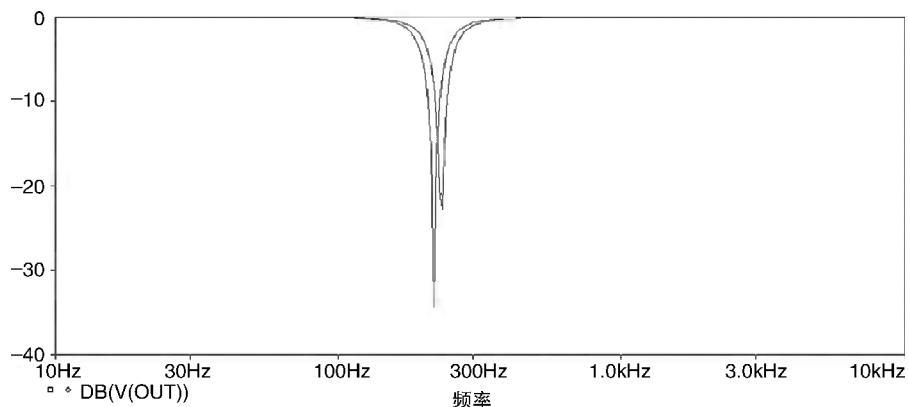

图 11.16 改善后最坏情况下陷波频率特性曲线
16. 如图 11.16 所示为改善后最坏情况下陷波频率特性曲线, 图 11.17 为仿真分析概要, 从中可以看出最坏情况下的陷波频率值为 218Hz, 与标称频率 234Hz 更加靠近。